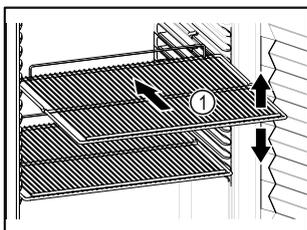

Fig. 65 Ilustratīvs attēlojums
- ❑ Ja novietošanas režģi Fig. 65 (1) ir novirzāmi, pielāgojiet tos pēc augstuma.